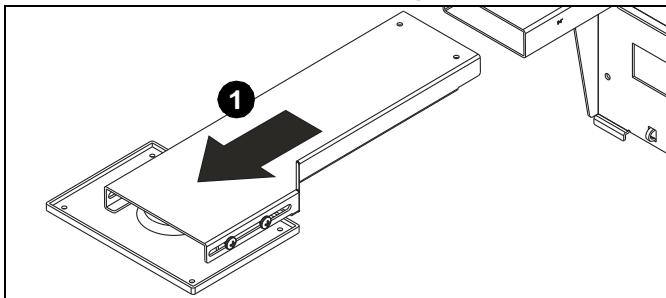

Figure 4
- Retirez l'extrémité du bras élévateur et la base de fixation et mettez le matériel de côté. (Voir Figure 4)